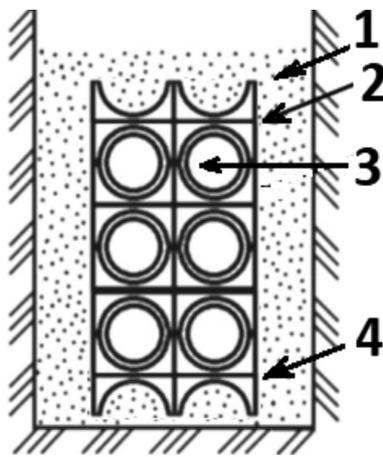

Рисунок 9.15 – Положение труб в блоке кластеров
- Опыт применения показал, что во всех условиях прокладки труб кластеры следует устанавливать так, чтобы каждая труба в пакете была зафиксирована кластерами и снизу и сверху (рисунок 9.15).